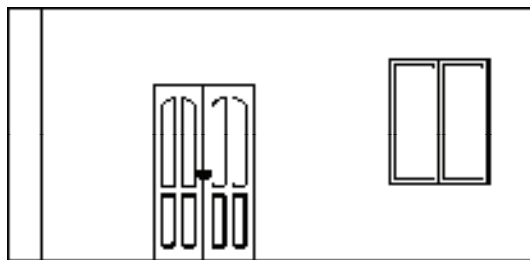

图 11-23 建筑构件立面图
3) 按〈Enter〉键, 即可生成建筑构件立面图, 如图 11-23 所示。